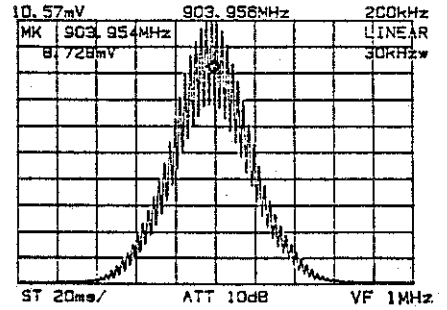

図 5-4 縦軸目盛をLINEAR
- ⑥
- を押し、縦軸目盛を LINEARとします。(図 5-4)
- ⑦